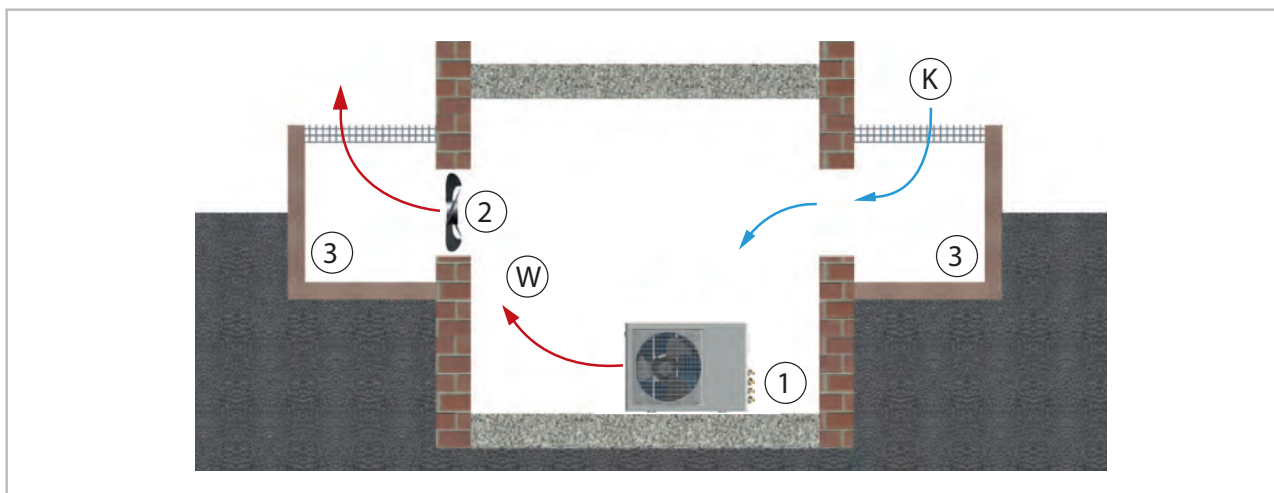

Abb. 22: Aufstellung im Gebäudeinneren
- Sorgen Sie für eine ausreichende Wärmeabfuhr, wenn das Außenteil im Keller, auf dem Dachboden, in Nebenräumen oder Hallen aufgestellt wird (Abb. 22).
- Installieren Sie einen zusätzlichen Ventilator, der über den gleichen Luftvolumenstrom des im Raum aufzustellenden Außenteiles verfügt und der eventuelle zusätzliche Druckverluste durch Luftkanäle kompensieren kann (Abb. 22).